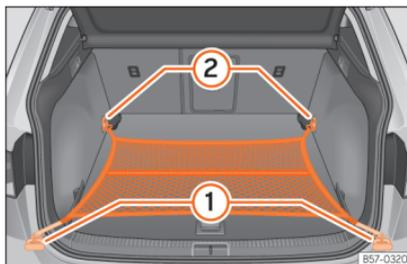

Abb. 133 Im Gepäckraum: flach eingehängtes Gepäckraumnetz.
- Hängen Sie die Haken in die Verzurrösen (1) und (2) » Abb. 133 ein » . Der Reißverschluss des Gepäckraumnetzes muss dabei nach oben zeigen.